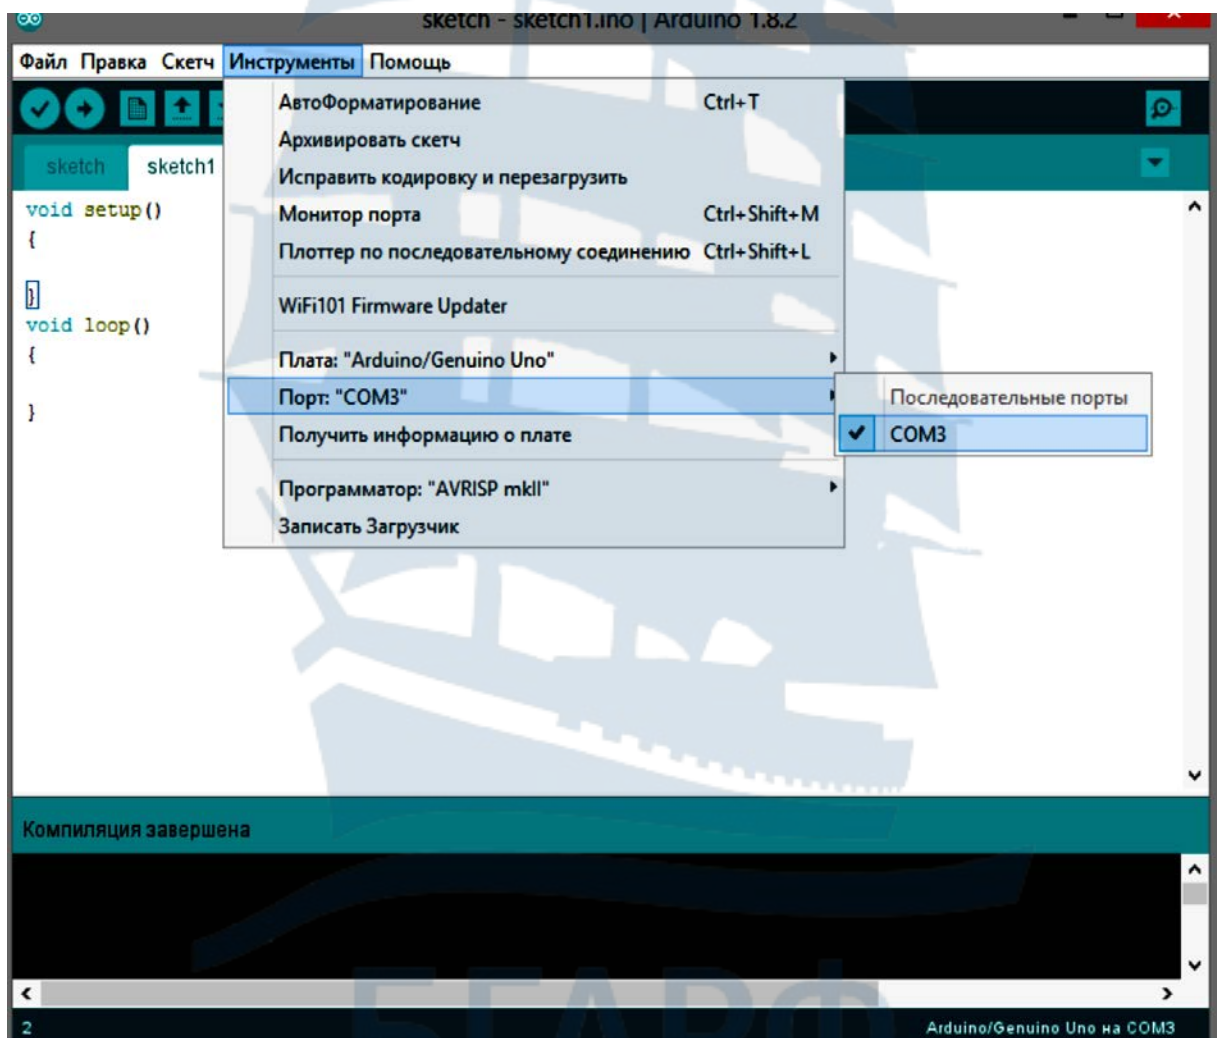

Рис. 1.4. Выбор нужного порта
*Запуск IDE и подключение к ARDUINO.* Контроллер подключается к ПК через USB интерфейс и устанавливает связи между ним и оболочкой Arduino IDE. Для этого нужно задать номер порта, к которому подключен контроллер (рис. 1.4). Если портов много и найти нужный сложно, рекомендуется запомнить все имеющиеся, а затем физически отсоединить Arduino от кабеля, и снова проанализировать список портов, – тот, который исчез, и есть нужный. После подключения необходимо выбрать нужный порт – для этого установить соответствующий ему флажок. Иногда для появления порта в списке требуется некоторое время, за которое операционная система компьютера анализирует и проверяет подключенное устройство, так что требуется немного подождать до завершения этого процесса.